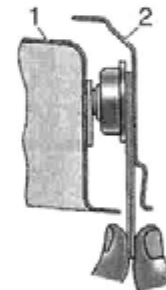

Рис. 9.12. Определение величины зазора между фиксатором и боковиной:
- прокладками 9 определить величину зазора между корпусом фиксатора и боковиной, используя для доступа зазор между дверью 1 (рис. 9.12) и боковиной 2;